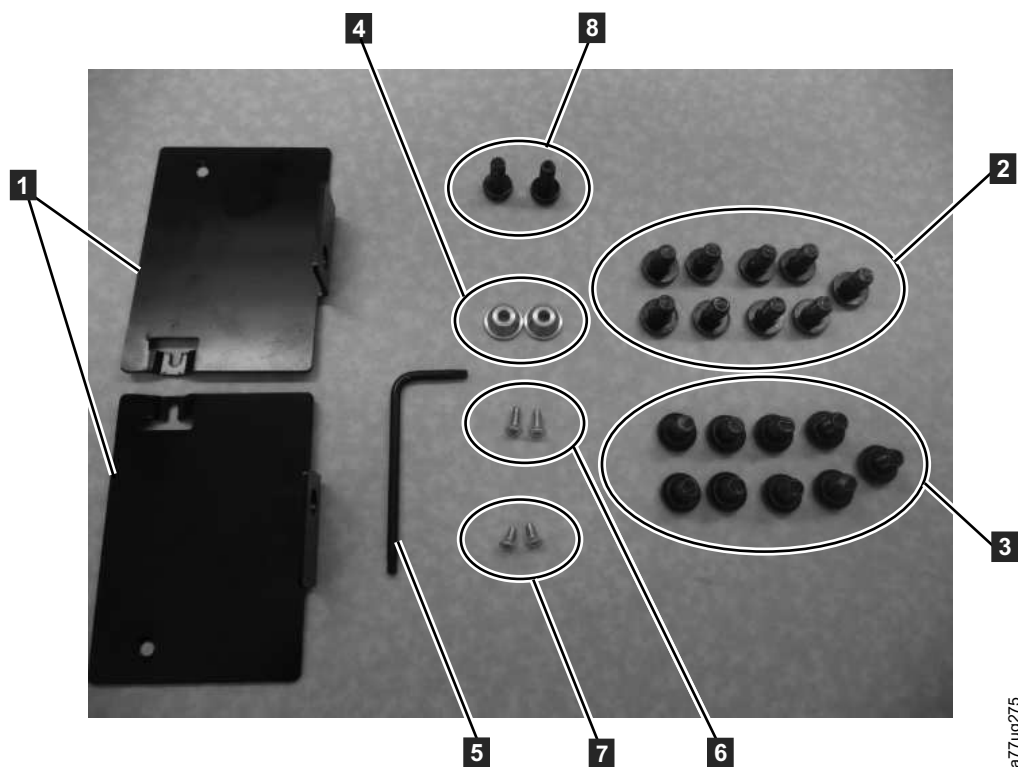

Figure 24. Matériel fourni dans le kit de montage en armoire A
1. Vérifiez le kit de montage en armoire inclus dans votre expédition. Bien qu'il existe deux kits de montage en armoire différents, les étapes d'installation restent les mêmes. Après avoir vérifié le kit de montage en armoire que vous avez reçu, voir figure 24, à la page 43 pour obtenir les étapes d'installation.
- 2 étriers de fixation (**1** po figure 24)
- 1 clé Torx (**5** po figure 24)